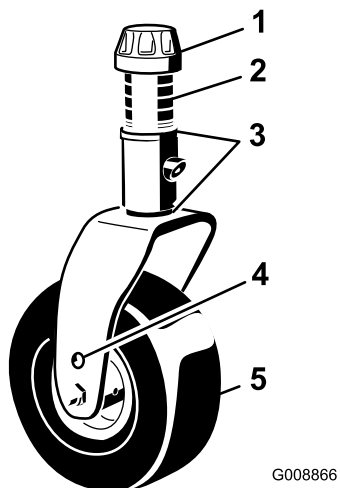

Figura 6
2. Posizionate gli assali delle ruote orientabili negli stessi fori su entrambe le forcelle. Fate riferimento a Figura 6 e Figura 7 per determinare i fori adeguati all'impostazione voluta.
3. Togliete il cappuccio di tensione dall'asse del mandrino (Figura 6) ed estraete il perno dal braccio della ruota orientabile. Montate i 2 spessori (3 mm) sull'asse del mandrino come erano montati in origine. Questi spessori servono per ottenere un livellamento sull'intera larghezza degli apparati di taglio. Mettete il numero opportuno di distanziali da 13 mm sull'asse del mandrino, fino ad ottenere l'altezza di taglio richiesta, quindi montate la rondella sul perno.